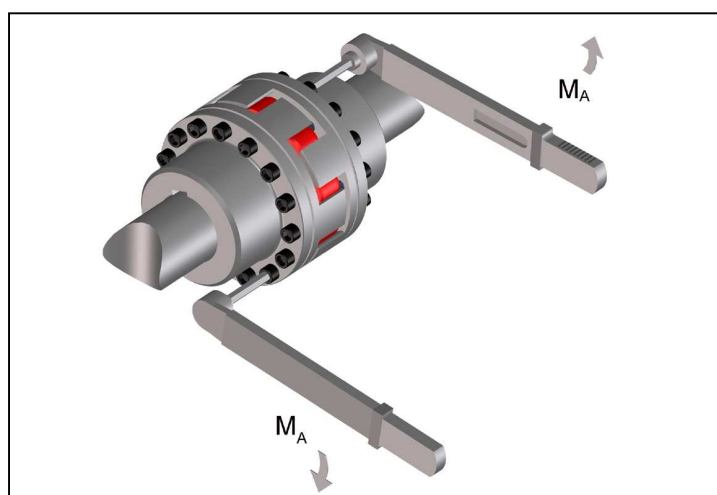

Bild 6
- Ziehen Sie die Schrauben mit dem in Tabelle 2 vorgeschriebenen Anzugsdrehmoment M_A fest (Bild 6).